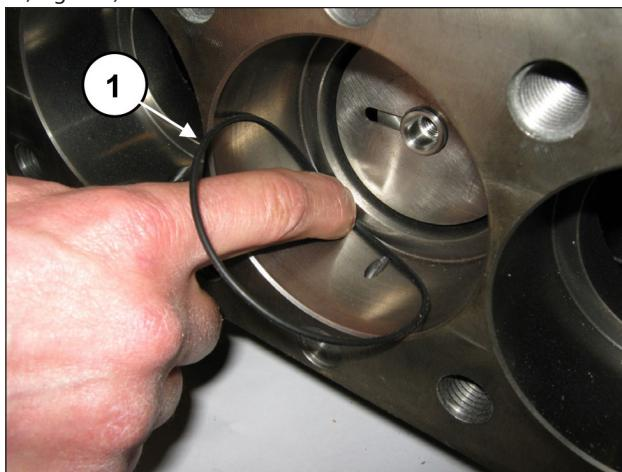

Fig. 154
Remova o anel circular de fundo do suporte da junta (pos. ①, Fig. 154).